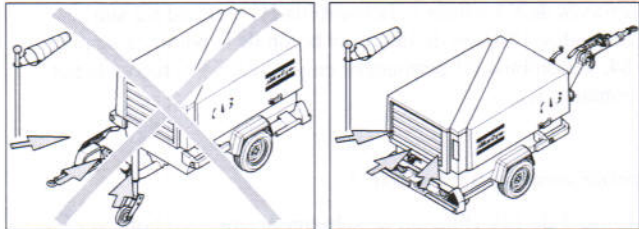

Fig. 3.4 Parte posterior del compresor contra el viento
Cuando aparque un compresor, asegure el soporte (1) o la rueda guía (2) para apoyar el compresor en una posición nivelada. Asegúrese de que la rueda guía (2) esté bloqueada con el pasador de bloqueo (6). Aplique el freno de estacionamiento tirando de la palanca del freno de estacionamiento (3) hacia arriba. Coloque el compresor lo más nivelado que sea posible; sin embargo, puede utilizarse temporalmente en una posición desnivelada que no supere los 15°. Si el compresor está aparcado sobre un terreno en pendiente, inmóvilice el compresor colocando calzos en las ruedas (disponibles opcionalmente) delante o detrás de las mismas. Coloque el extremo posterior del compresor contra el viento. (véase la Fig. 3.4) alejado de las corrientes de aire contaminado y de paredes. Evite la recirculación del aire de escape del motor. Esto produce un sobrecalentamiento y se reduce la potencia del motor.